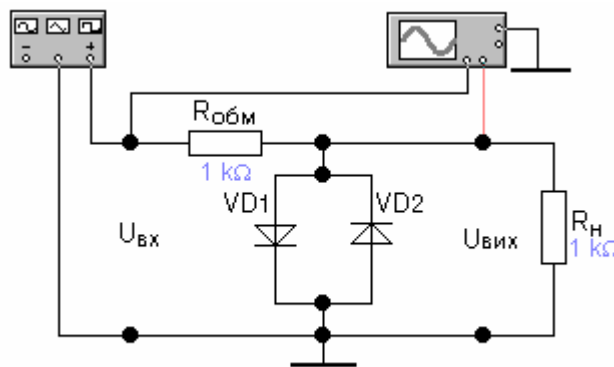

Рисунок 3.1 – Схема дослідження
5.2 Чим визначається поріг обмежування в схемі рис. 3.1.